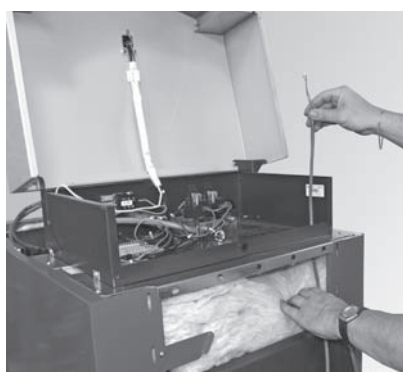

Fig. 34 Infilare il cavo dal portello di caricamento.
- Inserire il cavo dal portello di caricamento da sotto il pannello – Fig.34. Per i collegamenti elettrici vd.punto 3.1.